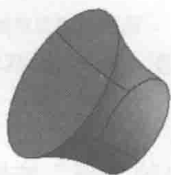
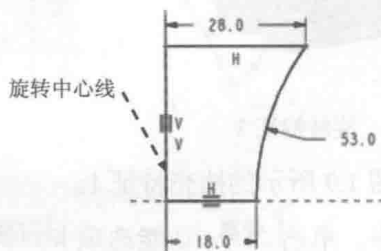

图 1.2 旋转特征 1
图 1.3 截面草图
- (1) 选择下拉菜单 **文件** → **新建(N)** 命令，系统弹出文件“新建”对话框。
- (2) 在此对话框的 **类型** 选项组中选中 ☒ **零件** 单选项。
- (3) 在 **名称** 文本框中输入文件名 INSTANCE_AIR_PIPE。
- (4) 取消选中 ☐ **使用默认模板**，单击该对话框中的 **确定** 按钮。
- (5) 在系统弹出的“新文件选项”对话框的 **模板** 选项组中选择 mmns_part_solid 模板，单击该对话框中的 **确定** 按钮。
Step2. 创建图 1.2 所示的旋转特征 1。
- (1) 选择命令。单击 **模型** 功能选项卡 **形状** 区域中的“旋转”按钮 。
- (2) 绘制截面草图。在图形区右击，从系统弹出的快捷菜单中选择 **定义内部草绘...** 命令；选取 FRONT 基准平面为草绘平面，TOP 基准平面为参考平面，方向为 **上**；单击 **草绘** 按钮，绘制图 1.3 所示的截面草图（包括中心线）；单击 **草绘** 功能选项卡 **关闭** 区域中的“确定”按钮 ，退出草绘环境。